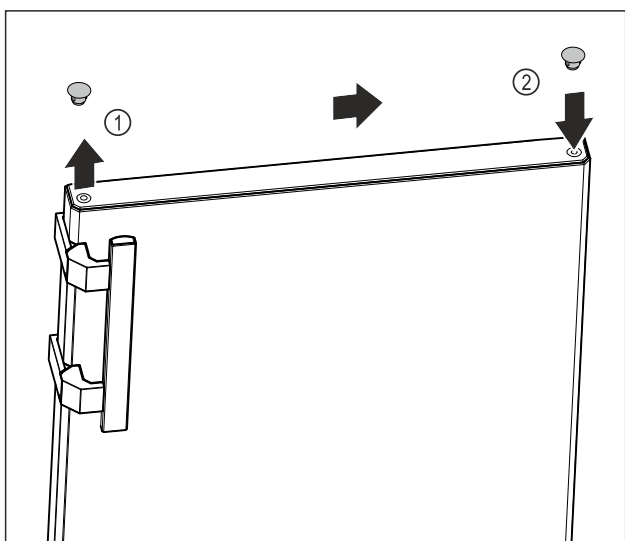

Fig. 9
- ▶ Осторожно поднимите заглушку в верхней части двери Fig. 9 (1) при помощи шлицевой отвертки.
- ▶ Установите заглушку на противоположной стороне. Fig. 9 (2)